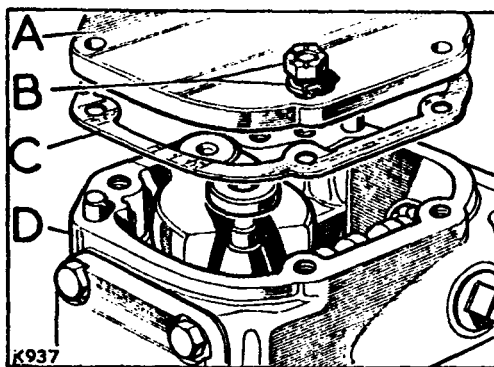

Fig. G1-45.- Tapa lateral
1.1.- Retirar la tapa lateral. A, (Fig. G1-45) y vaciar el aceite de la caja de engranajes.